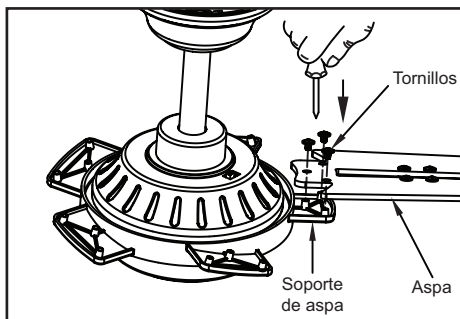

Figura 10
3. Monta el asa a su soporte usando tornillos como lo muestra la figura 10. Primero coloca un tornillo en el soporte. Repite para los otros dos tornillos.